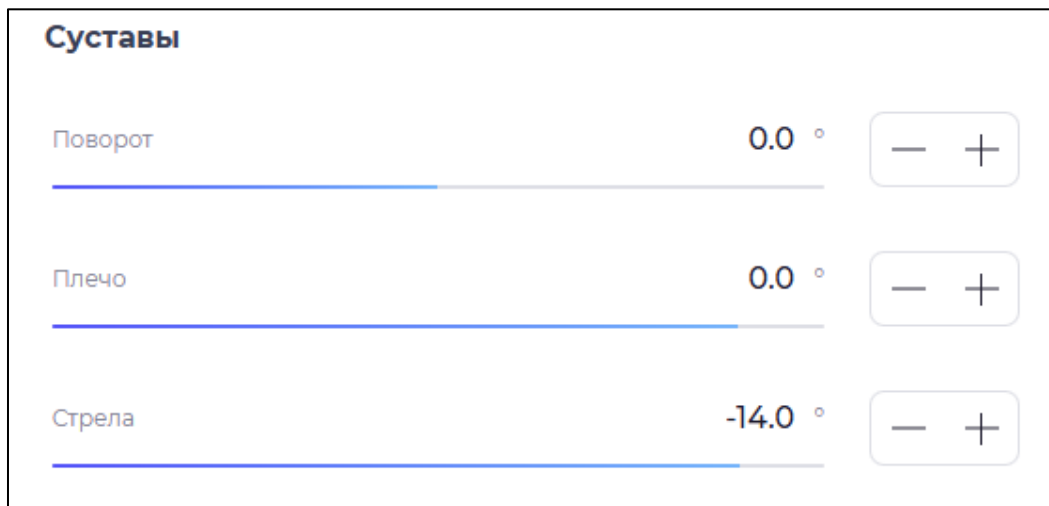

Рисунок 45 – Панель ручного управления «Суставы»
- Панель ручного управления «Суставы» (см. Рисунок 45) – управление поворотными узлами манипулятора (см. Рисунок 8):